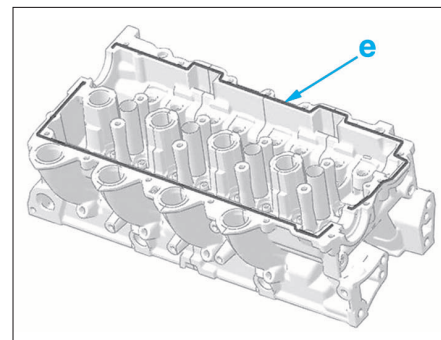

FIG. 86
- A l'aide d'une chimie nettoyante uniquement, nettoyer le plan de joint (e) (Fig.86).